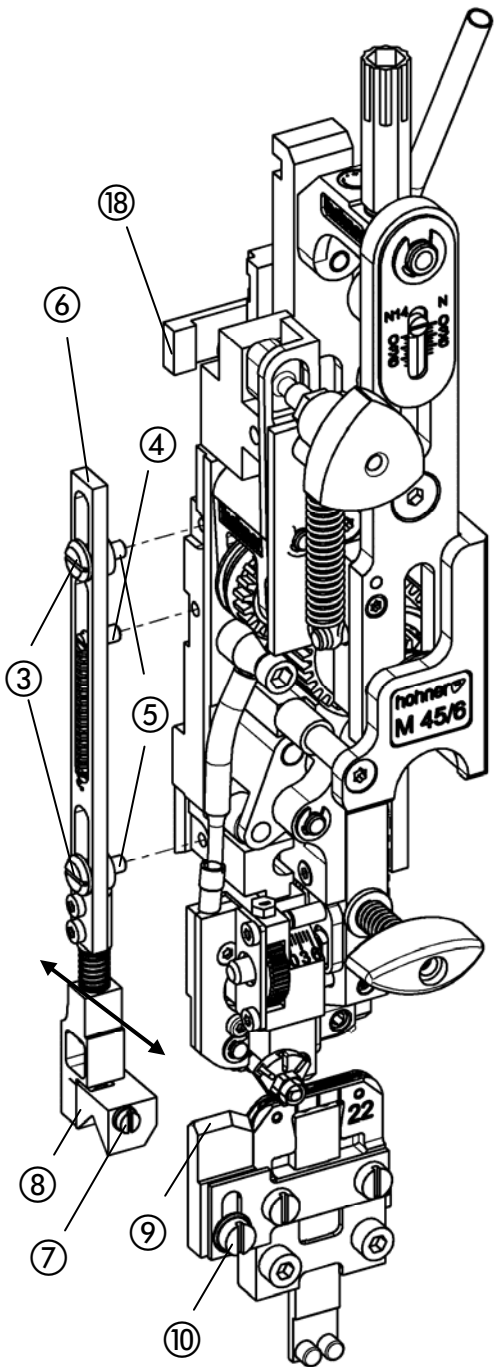

Fig. 16
- Mover el prisma de centrado ⑮ hacia adelante o hacia atrás hasta que se encuentre alineado con el prisma del cursor ⑯.
- Ajustar la altura del prisma ⑯ (aprox. 0,5 mm por encima de la caja del remachador) moviéndolo dentro del orificio alargado y apretar el tornillo de fijación ⑰.
- Fig. 16 -
- Para montar el pisador, apretar el perno de resorte ④ en el orificio del cabezal cosedor.
- Suspender los resortes de tracción en el perno de resorte ④ y las barras ⑥.
- Fijar el pisador en el cabezal cosedor girando el tornillo de fijación ③ con barras ⑥ y casquillo con borde ⑤.
- Montar el arrastre ⑱ en la corredera principal, véase la lista de piezas de repuesto, pág. E27.